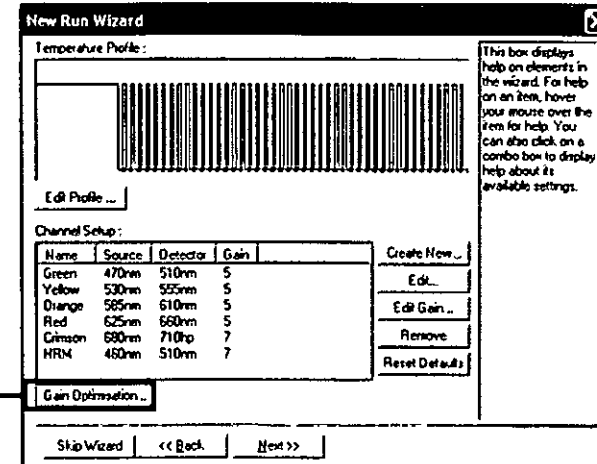

Ilustración 29. Optimización de la ganancia (1)
12. En el cuadro de diálogo siguiente, haga clic en "Gain Optimisation" (Optimización de ganancia) (ilustración 29).